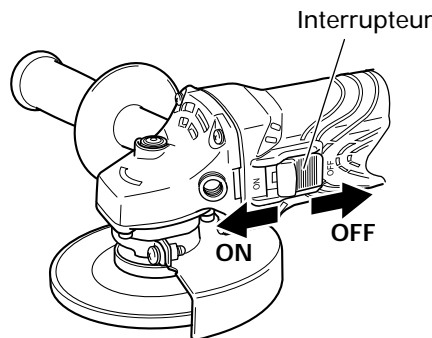

Fig. 3
- Mettre la meuleuse à disque sous tension. (Fig. 3)